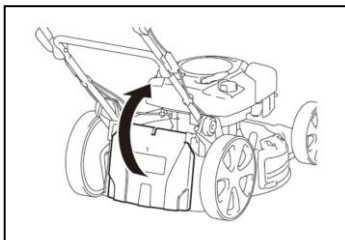

Fig. 8A
6.2.1 Tournez la plaque de protection arrière, assemblez le rabat du parachute et fermez la protection arrière de décharge ; Fig. 8A/B/C.